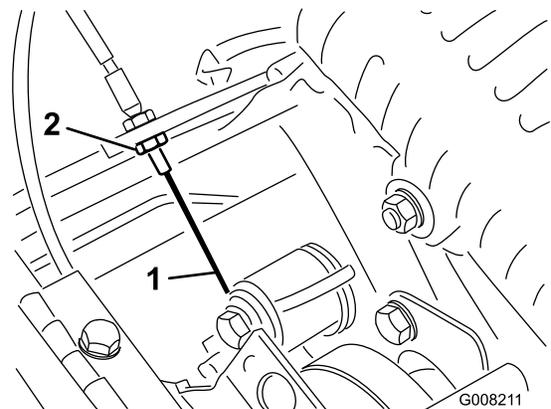

Figure 36
3. Pour accroître la tension du câble, desserrez l'écrou de blocage avant et serrez l'écrou de blocage arrière (Figure 36) jusqu'à ce qu'une force de 3,2 à 4,1 kg soit requise pour engager la transmission aux roues. Mesurez la force au bouton de commande.